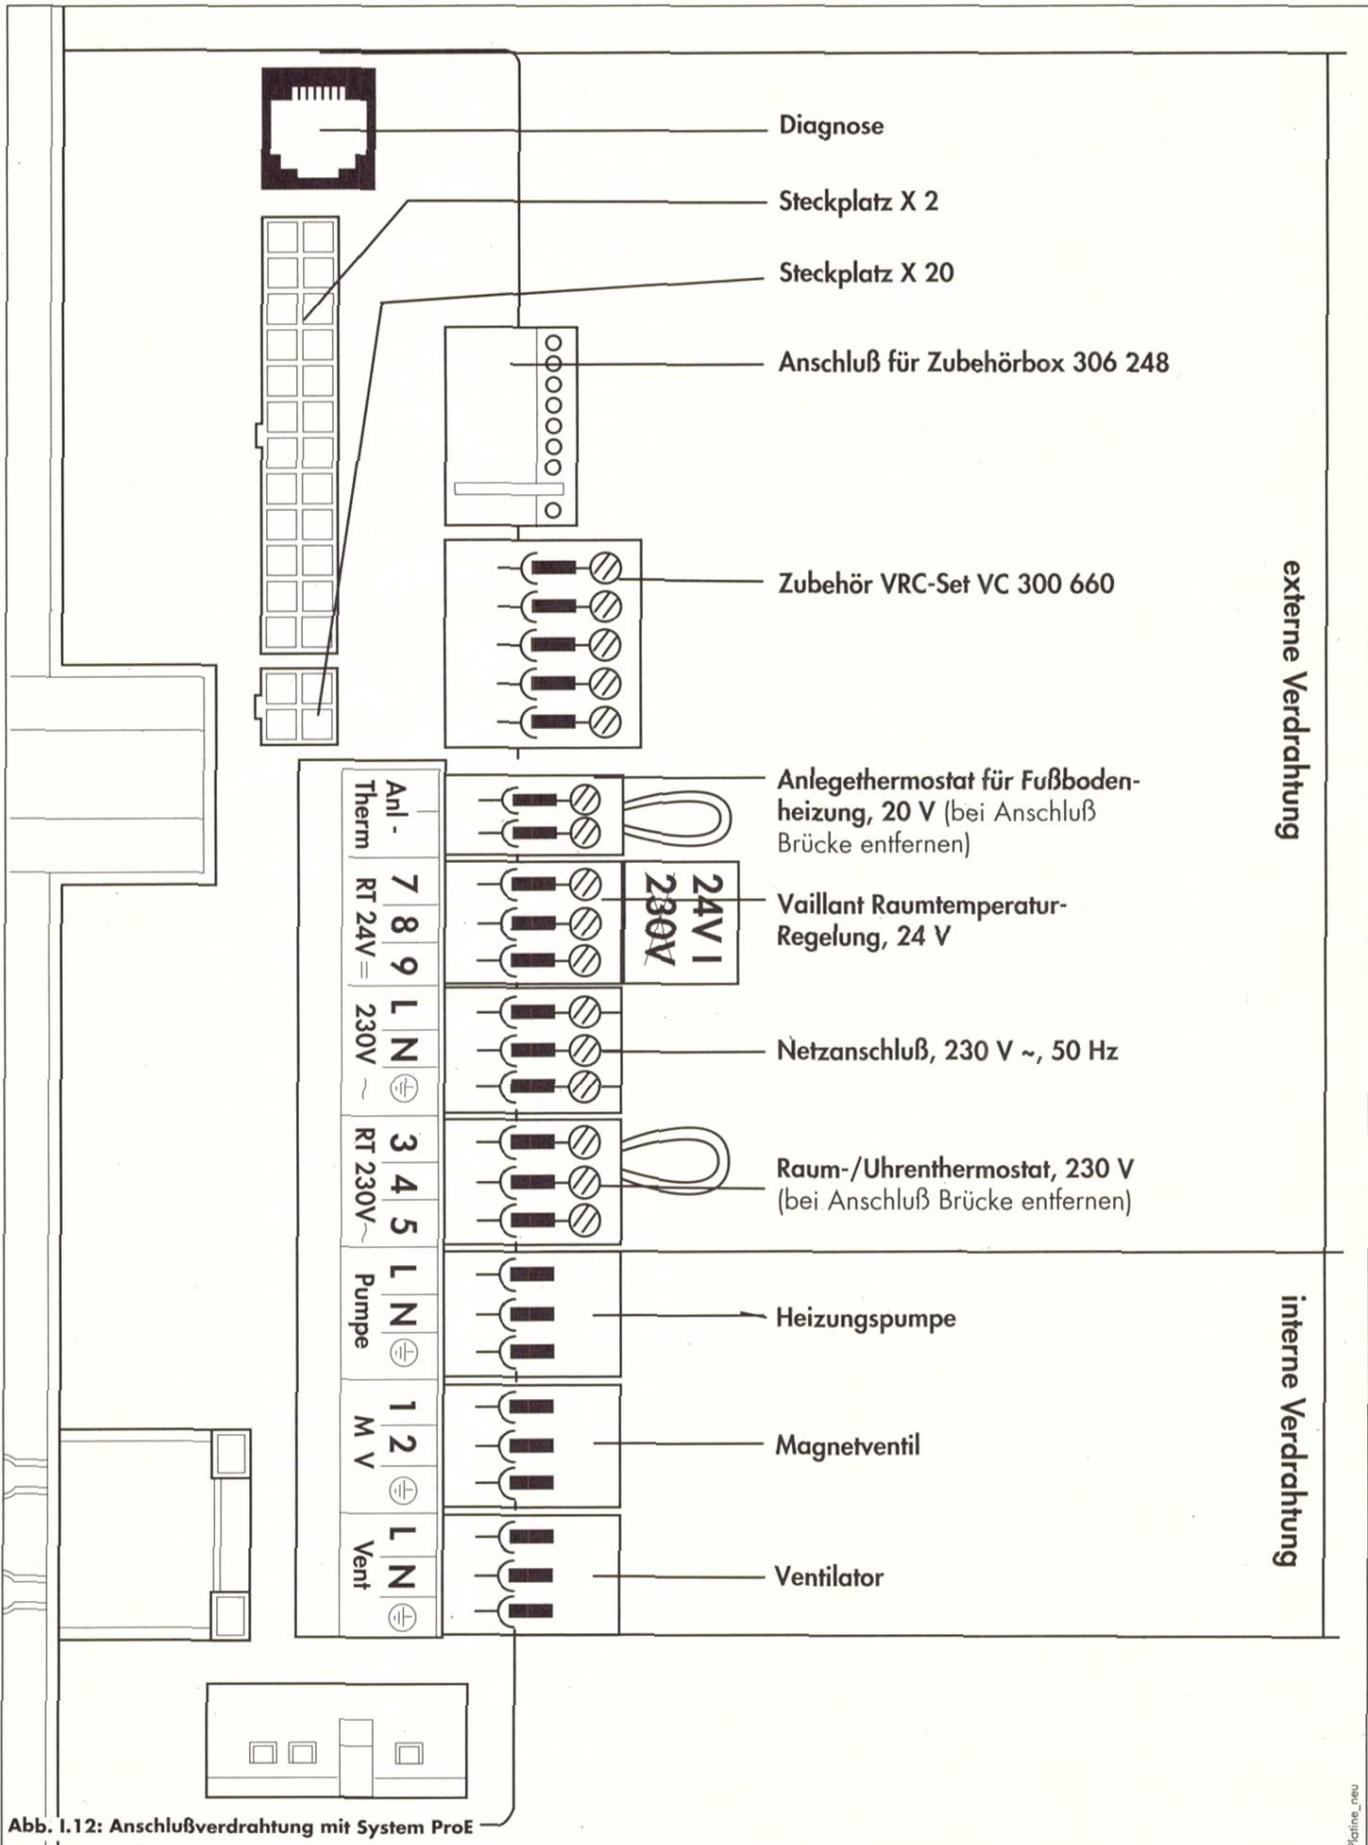

Abb. I.12: Anschlußverdrahtung mit System ProE
Das Vaillant Verdrahtungssystem ermöglicht Ihnen eine schnelle und problemlose Elektroinstallation durch das **kodierte, farblich gekennzeichnete Elektro-Steckverbindingssystem ProE** (siehe Abb. I.12).
- Lösen Sie die Schraube am oberen Rand des Schaltkastens (1) und schwenken Sie den Schaltkasten nach vorn.
- Rasten Sie zunächst die hinteren, anschließend die vorderen Raster (2) aus und heben Sie den hinteren Deckel (3) des Schaltkastens ab.
- Schneiden Sie die Anschlußleitungen (4) auf ca. 50 cm ab Wandauslaß ab und isolieren Sie die Litzen ab.
- Schneiden Sie die Kabeldurchführung an der Zugentlastung (5) auf den entsprechenden Durchmesser der Anschlußleitung auf und führen Sie die Anschlußleitung ein. Verbinden Sie die Litzen mit den farblich gekennzeichneten Steckern (6, beachten Sie die Lage von N, L und Erde, siehe auch Abb. I.12).
- Stecken Sie den Stecker (6) auf den farblich entsprechend gekennzeichneten Steckplatz der Platine. Beachten Sie, daß die Netzzuleitung nur an dem dafür vorgesehenen Stecker (N, L und Erde) angeklemmt werden darf (siehe Abb. I.12).
- Verlegen Sie das Anschlußkabel mit einer Schleife und schrauben Sie die Kabelzugentlastung (5) fest.
- Falls erforderlich, schließen Sie auf die gleiche Art und Weise die in Abb. I.12 aufgeführten Zubehörteile an.